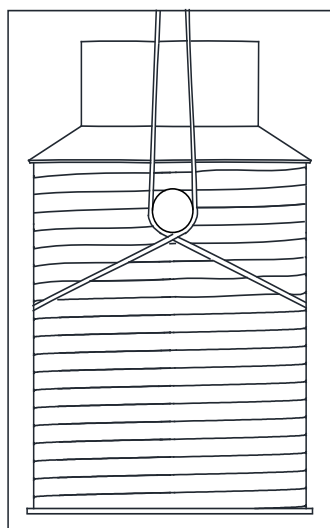

Bild 9. Lyft av avskiljaren
A. Sätt lyftremmarna runt tanken så att dessa styrs av inlopp och utlopp (Bild 9.), lyft försiktigt och placera avskiljaren i schaktet och var särskilt uppmärksam på rätt flödesriktning. Avskiljarna är markerade med flödesriktningen.